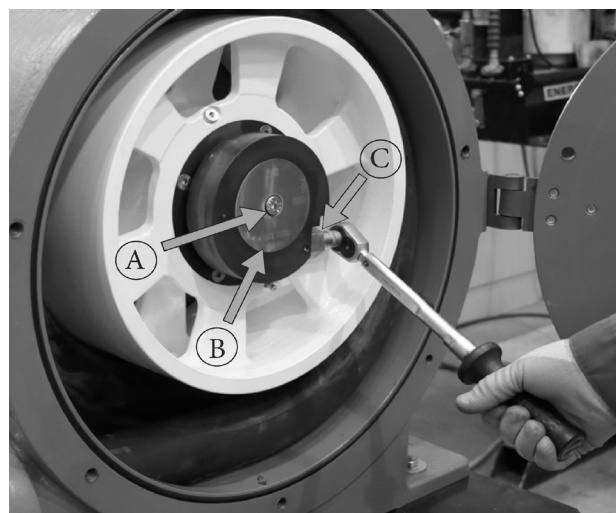

Figura 22.
3. Afloje el tornillo de la cubierta de cierre (consulte la *Figura 22. A*) y libere la compresión de la manguera girando el tornillo de ajuste (consulte la *Figura 22. C*).
4. Elimine la grasa y otras partículas de la superficie cónica de la cubierta de cierre del casquillo de ajuste para garantizar el agarre de la cubierta de cierre. (consulte la *Figura 22*.)